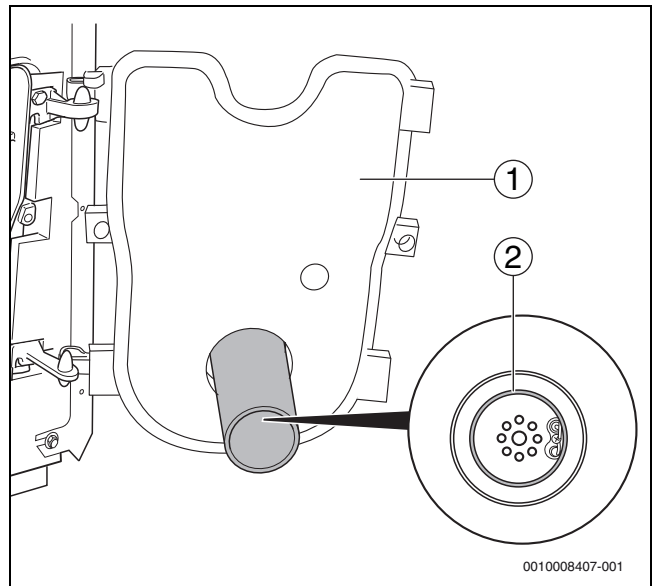

Bild 42 Korrekten Sitz der Dichtung prüfen
- ▶ Bei geöffneter Brenntür (→ Bild 42, [1]) korrekten Sitz der Dichtung (→ Bild 42, [2]) prüfen.
- ▶ Brenntür schließen (→ Bild 42, [1]) und Befestigungsschrauben der Brenntür festziehen (ca. 10 Nm).